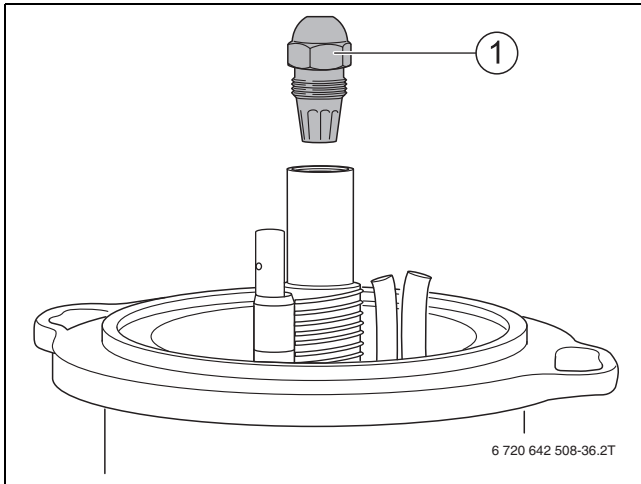

Рис. 38 Отворачивание форсунки
- ▶ Отверните форсунку (→ рис. 38, стр. 25).